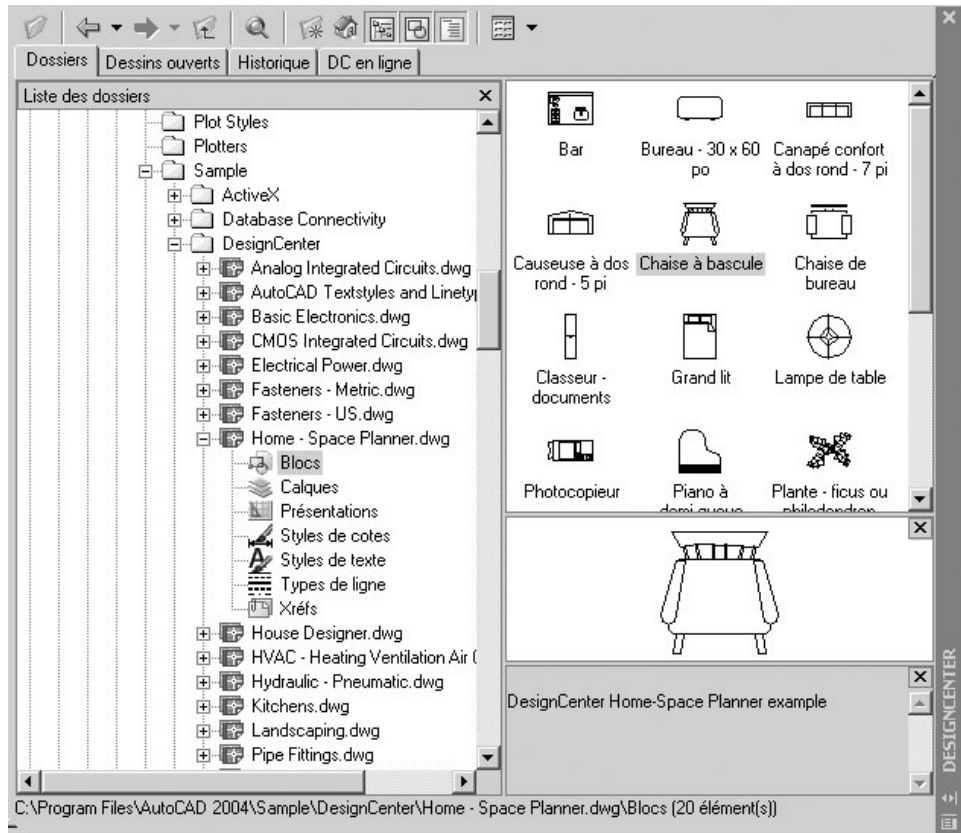

Fig.7.22
- 3 Dans l'arborescence de gauche, sélectionner la bibliothèque souhaitée. Par exemple : Home Space Planner (fig.7.22). Cliquer sur **Bloc**, AutoCAD affiche le contenu de la bibliothèque dans la fenêtre de droite.